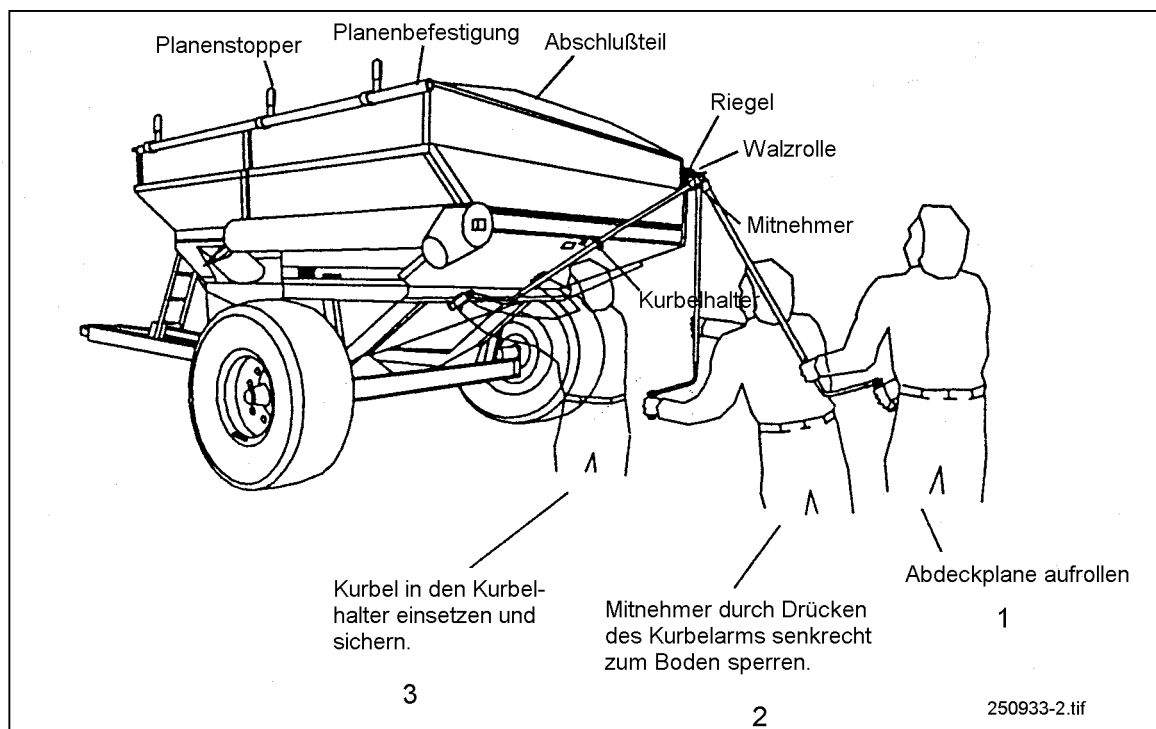

Abb. 15: Aufrollen der Abdeckplane
6. Ringschraube (3) mit Befestigungsmuttern (5 u. 6) ca. 20 mm am Ende der Schiene anbringen. (s. Abb.15)